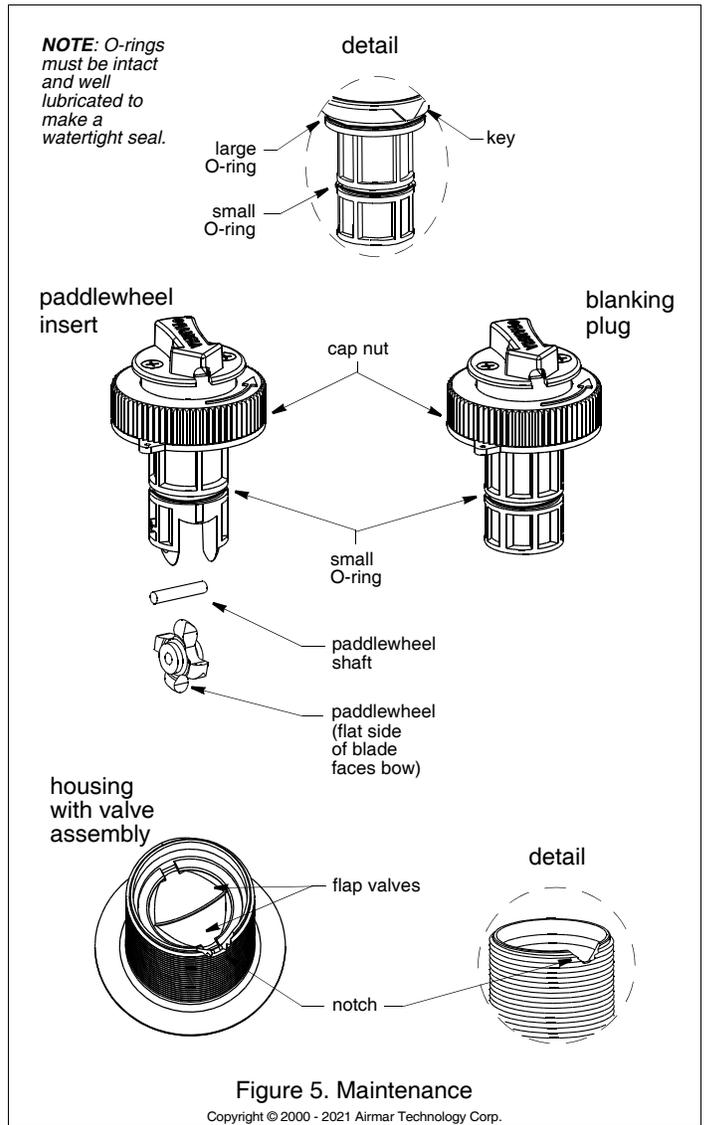

Figure 5. Maintenance
3. パドルホイールインサートをハウジングから取り外すには、キャップナットを緩めます（図5）。これにより、インサートがハウジングからジャッキで取り出されます。ネジは緩めないでください。パドルホイールインサートをブランキングプラグと交換します。キーがハウジングの切り欠きにはまるまで、押しながらねじり、所定の位置にはめ込みます。キャップナットをねじ込み、手で締め付けます。締め過ぎないように注意してください。
1. 新しいパドルホイールシャフトを使って、古いシャフトを約6mm (1/4インチ) 押し出します。プライヤーを使って、古いシャフトを取り外します（図5）。